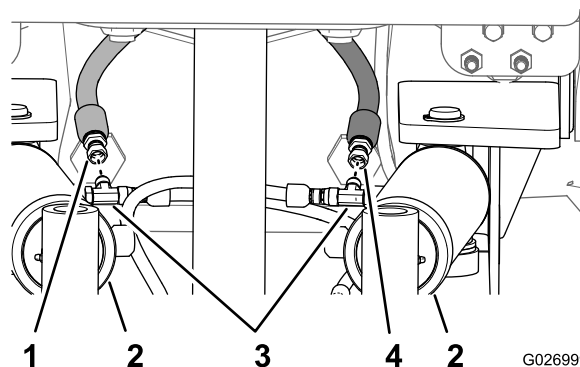

Figura 50
- C. Coloque un trapo sobre las mangueras de los cilindros de giro y afloje las tuercas giratorias (Figura 50).
- D. Cambie la posición de las dos mangueras a los acoplamientos en T de los cilindros de giro opuestos (Figura 50).